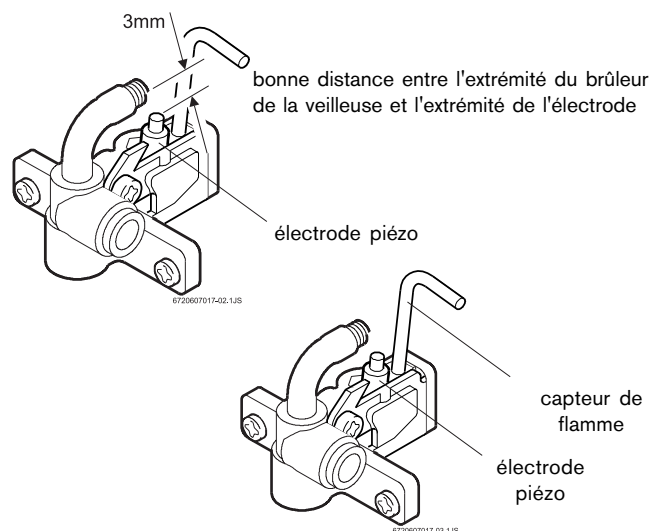

Fig. 12 - Flamme type de la veilleuse
Flamme de veilleuse : La veilleuse devrait brûler avec une flamme bleue bien nette et ressembler à l'illustration de la figure 12. Si la flamme est jaune et faible, il se peut que l'orifice du brûleur de la veilleuse doive être nettoyé ou remplacé. La longueur de la flamme de veilleuse devrait être d'environ 5 cm (2 po) et dépasser le capteur de flamme. Si elle est trop courte, elle ne rejoindra pas le capteur de flamme, et les brûleurs ne s'allumeront pas.
1. Il faut vérifier si le capteur de flamme est bien placé. (Voir la fig. 12.)